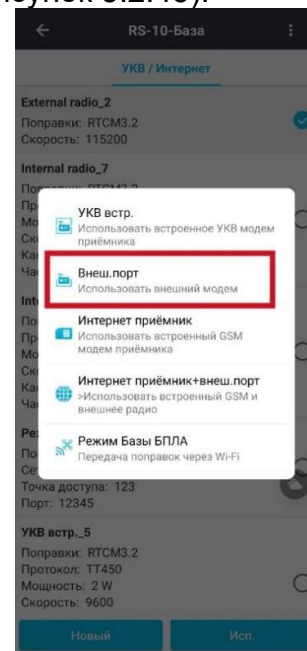

Рисунок 5.2.45
2. Нажмите **Новый** и выберите **Внешний порт** (Рисунок 5.2.45).